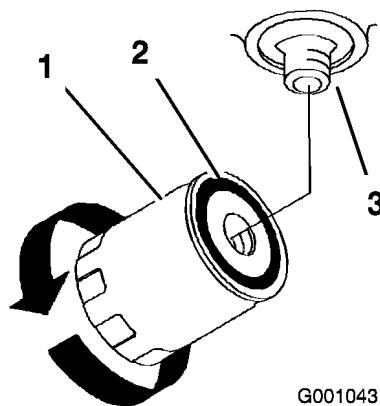

Figura 70
5. Retire el filtro usado y límpie con un paño la superficie de la junta del adaptador del filtro (Figura 70).
9. Cuando el filtro hidráulico esté lleno, gire el filtro en el sentido de las agujas del reloj hasta que la junta de goma entre en contacto con el adaptador del filtro, luego apriete el filtro 1/2 vuelta más (Figura 70).